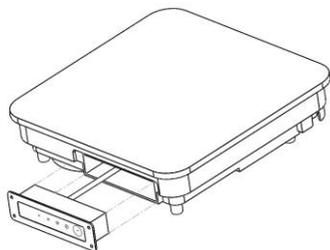

Figure 1. Retrait du panneau de commande
2. Retirez le panneau de commande du corps de la cuisinière à induction. Tirez simplement le panneau tout droit par les coins inférieurs du panneau. Voir la figure 1 pour référence. Le panneau de commande sera monté séparément pour un accès facile.